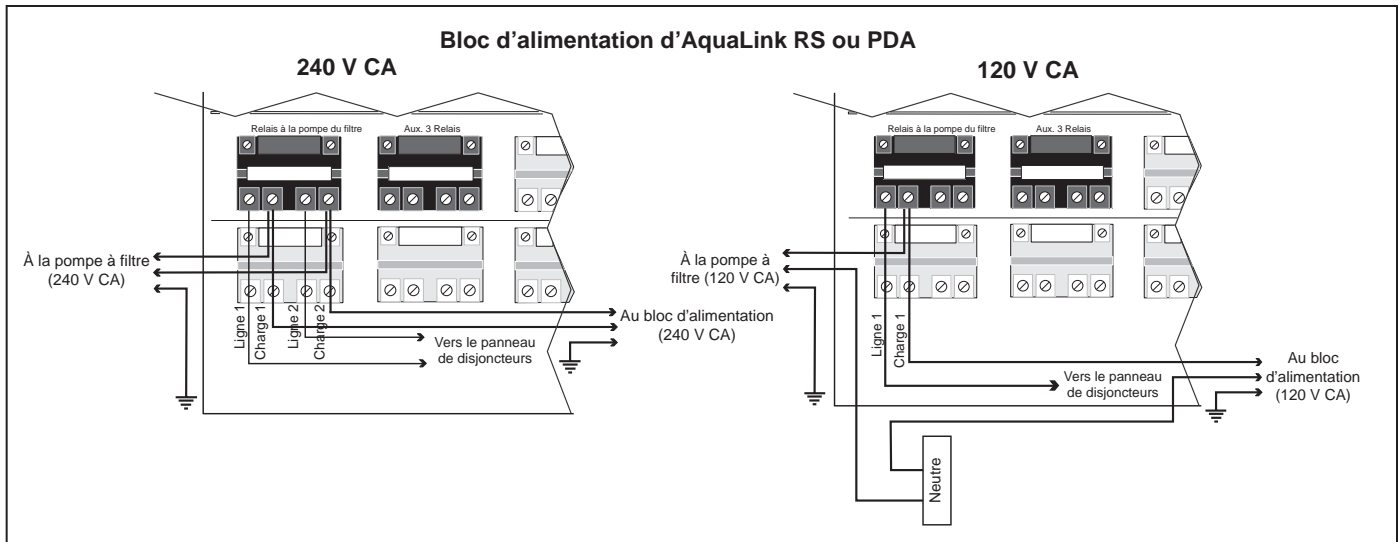

Figure 19. Câblage du bloc d'alimentation au AquaLink RS ou le bloc d'alimentation du PDA (240 V CA et 120 V CA)
6. Dans le tableau électrique de l'AquaLink® RS ou PDA, relier le bloc d'alimentation directement au CÔTÉ CHARGE du relais de la pompe de filtration (Voir Figure 19).